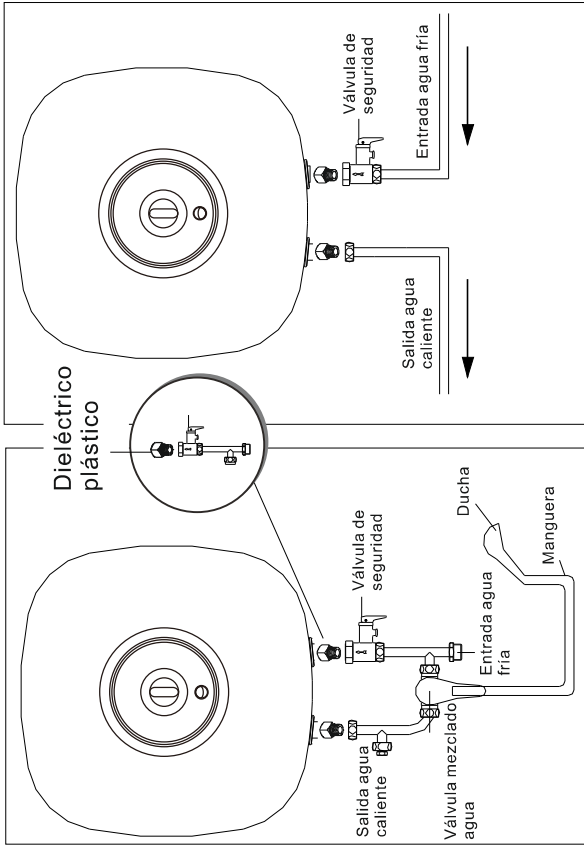

Imagen 3
2. Para suministro de agua multipunto, conecte la tubería de entrada y de salida en los correspondientes lugares. (Imagen 3).